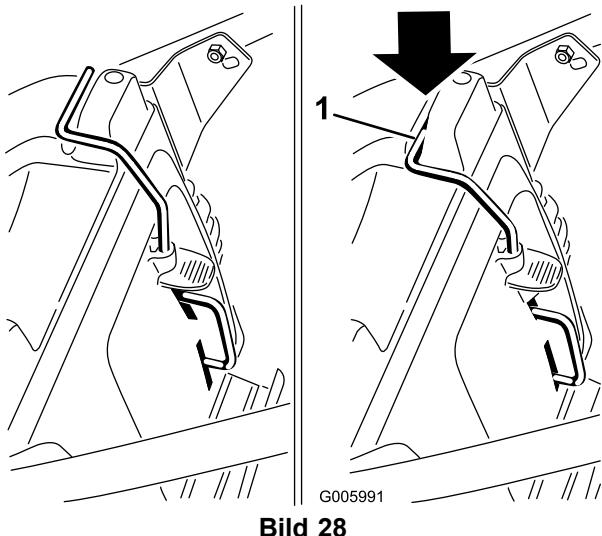

Bild 28
**Wichtig:** Der Rasenmäher hat einen Sicherungsschalter, der ein Anlassen des Motors verhindert, wenn der Mulchverschluss oder der Fangkorb nicht am Rasenmäher befestigt sind (Bild 28).
Setzen Sie den Mulchverschluss auf, wie in Bild 28 dargestellt.